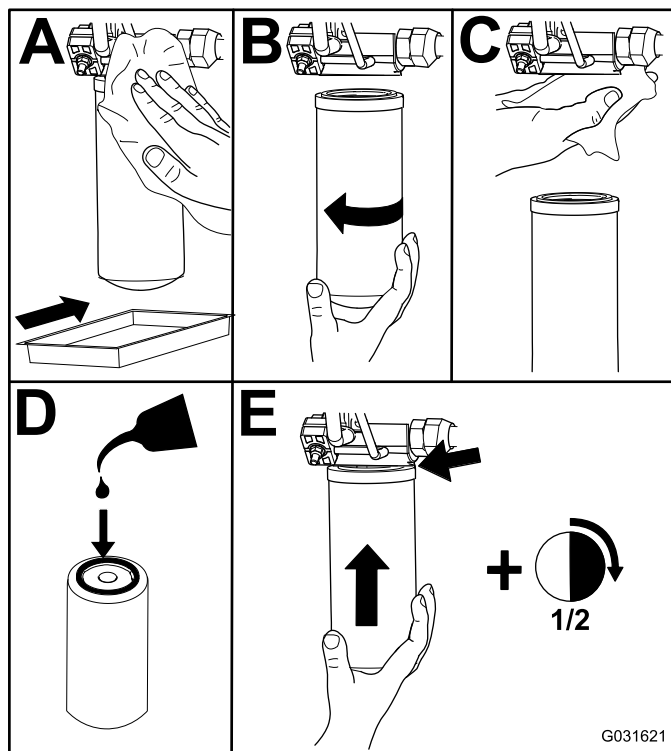

Figura 103
2. Substitua os filtros hidráulicos (Figura 103).